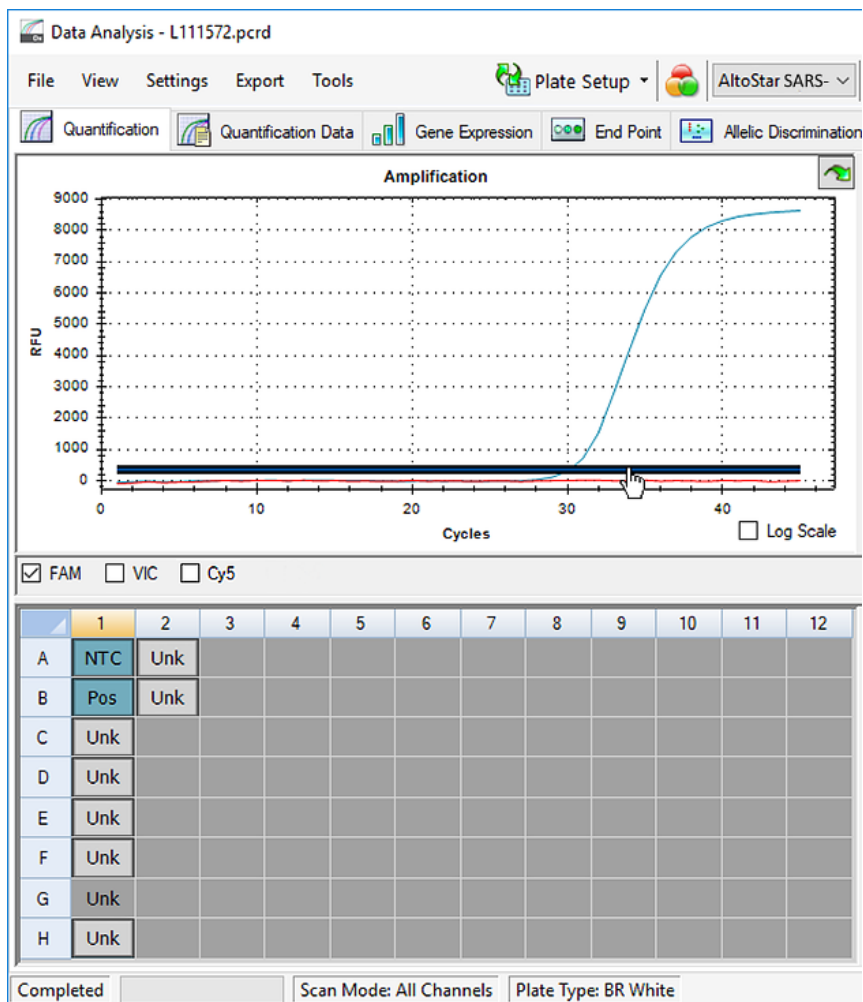

Figura 10: Finestra Data Analysis (Analisi dei dati): impostazione della soglia FAM™
5. A sinistra della finestra Data Analysis (Analisi dei dati) togliere il segno di spunta dalla casella di controllo **VIC** e spuntare la casella di controllo **FAM** per il canale di rilevamento del gene E (vedere figura 10).
- Selezionare solo i pozzetti contenenti NTC e PC nella vista piastra della finestra Data Analysis (Analisi dei dati) (vedere figura 10).
- Trascinare la soglia pozzetto sopra al segnale dell'NTC nell'area esponenziale di segnale PC (vedere figura 10).